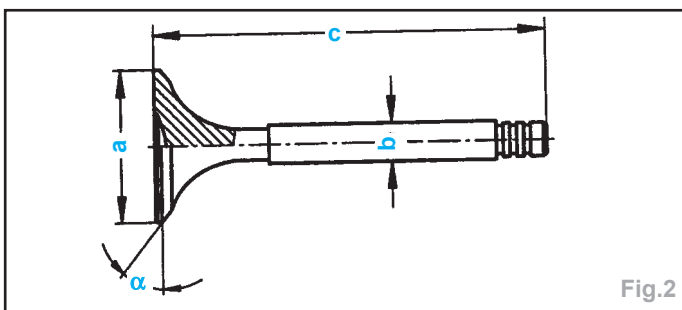

Fig.2
**Important** : Les soupapes ne doivent pas être rectifiées et seul le rodage est admissible (Fig.2).